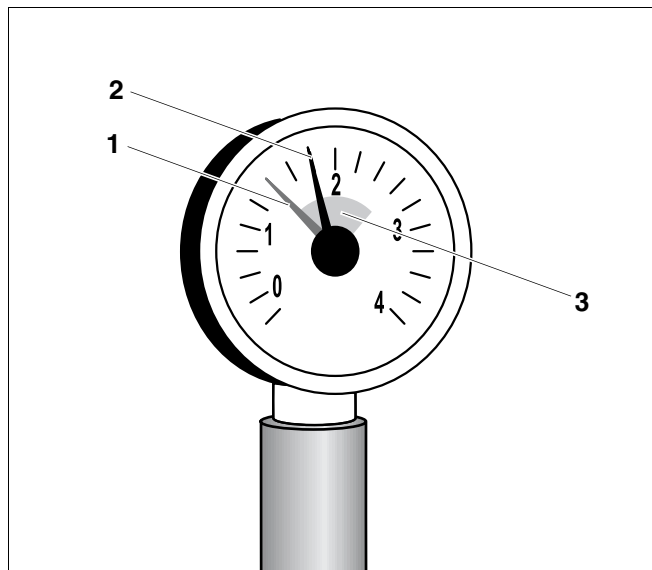

Fig. 40 Manometer til lukkede anlæg
Hvis manometerviseren (fig. 40, **pos. 2**) underskrider den grønne markering (fig. 40, **pos. 3**), er anlæggets vandtryk for lavt. Fyld varmeanlægget op med efterfyldningsvand.